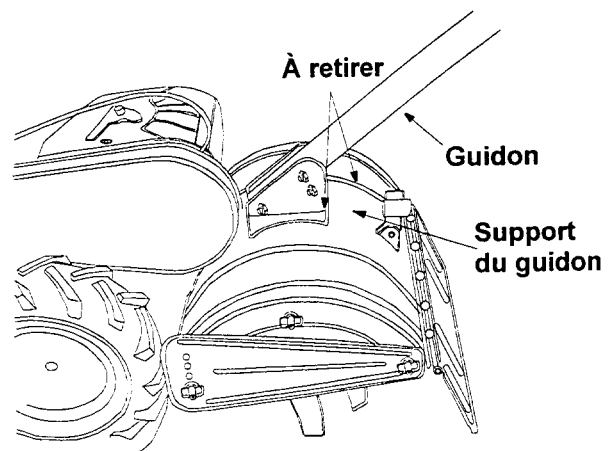

Figure 3
2. Relevez le rabat à charnière des dents. Enlevez le bouton en T, la rondelle plate et le boulon hex. du guide de profondeur. Placez celui-ci devant la rondelle d'écartement (sous le rabat des dents), puis passez-le à travers le rabat, comme à la Figure 3.
3. Relevez le rabat articulé de protection des dents. Insérez le guide de profondeur entre les deux boulons à épaulement et à travers le rabat de protection des dents, comme à la Figure 3.
rondelle plate sur le boulon hex. et vissez le petit bouton en «T» sur le boulon hex. Voir la Figure 3. Serrez à fond.
1. Enlevez les deux boulons et les deux contre-écrous à bride sur le haut des supports de montage du guidon, comme à la Figure 3. Ne retirez pas le boulon et l'écrou du bas.
2. Positionnez le guidon entre les supports de montage. Voir la Figure 3.